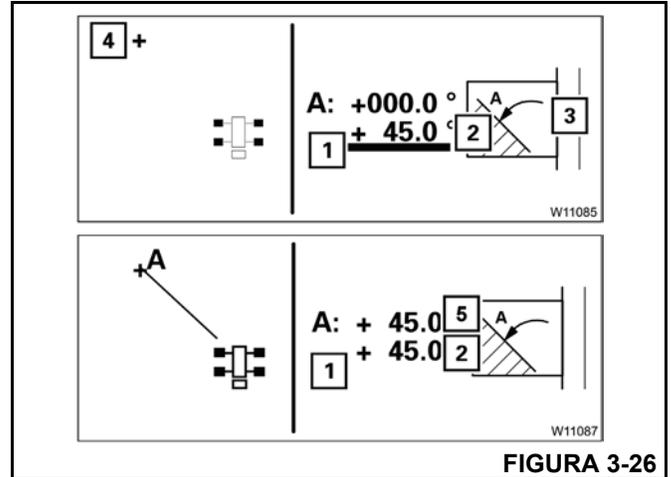

FIGURA 3-26
1. Presione una vez el botón (3, Figura 3-26).
2. La barra (1) se pone de color rojo, modo de entrada activado. Para cancelar la entrada, presione el botón **Esc**.
3. Gire la pluma principal (4) hasta el punto de apagado desde la derecha, por ejemplo, valor (2) 45°.
6. El valor (2) se acepta como el valor límite (5).
7. La barra (1) se apaga.